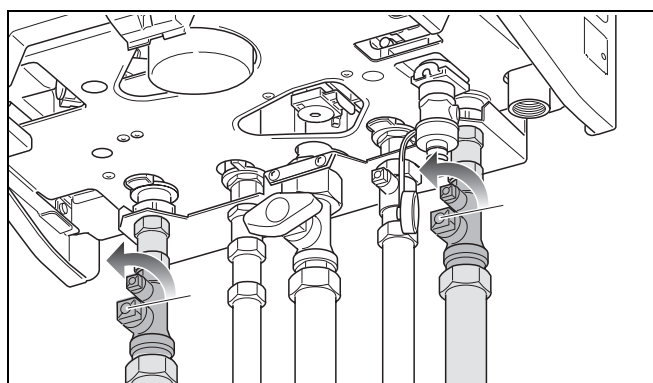

Abb. 15 Wartungshähne öffnen (hier: Stellung geöffnet)
- Wartungshähne an Heizungsvorlauf und -rücklauf (Abb. 15) öffnen (Stellung offen: parallel zum Rohr).